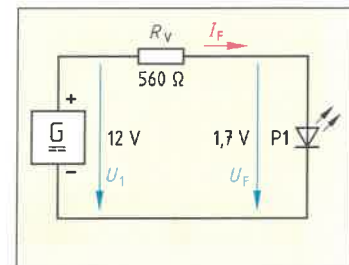

Bild 2: Leuchtdiode an Spannung
4. Manchmal kann man einen Strom nicht direkt messen, sondern indirekt mithilfe einer Spannungsmessung. Beschreiben Sie für **Bild 2** die indirekte Bestimmung des Stromes  $I_F$ .